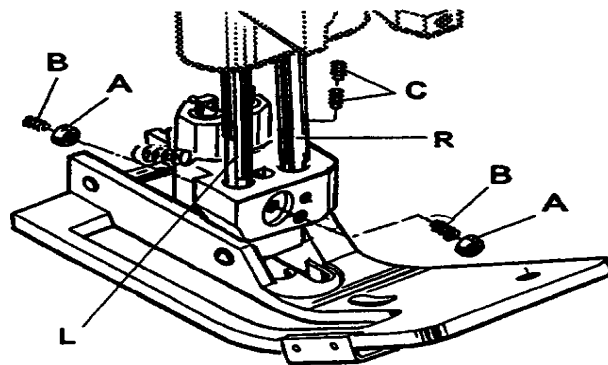

Fig. 15
Remove the needle and rotate handwheel until the feed dog is below the throat plate. Depress the presser foot lifter lever and insert the presser foot in the two presser bars (L and R, Fig. 15). The left presser bar (L) should only engage with its pivot in the opening of the presser foot shank.
Loosen the two lock nuts (A, Fig. 15) and align with the two set screws (B), the needle slot in the presser foot with the needle slot in the throat plate. Secure this setting with the two lock nuts (A).
Entfernen Sie die Nadel und drehen Sie das Handrad bis der Transporteur unter der Stichplatte steht. Drücken Sie den Drückfuß-Lifterhebel und setzen Sie den Drückfuß in die beiden Drückfußstangen (L und R, Fig. 15) ein. Die linke Drückfußstange (L) darf nur mit dem Zapfen in die Öffnung der Drückfußnabe eingreifen. Lösen Sie die beiden Kontermuttern (A, Fig. 15) und richten Sie mit den beiden Gewindestiften (B) das Stichloch im Drückfuß zum Stichloch der Stichplatte aus. Sichern Sie diese Einstellung mit den beiden Kontermuttern (A).